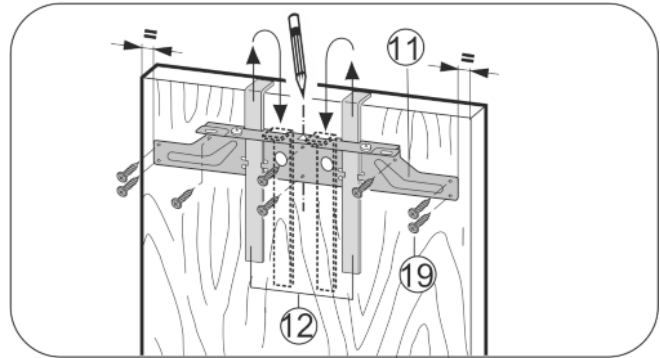

Fig. 26
- Befestigungstraverse Fig. 26 (11) mit den Montagehilfen Fig. 26 (12) auf die Innenseite der Möbeltür hängen.
- Befestigungstraverse Fig. 26 (11) mittig auf der Tür ausrichten.
- Die Befestigungstraverse Fig. 26 (11) mit mindestens 6 Schrauben Fig. 26 (19) festschrauben.
- Befestigungstraverse Fig. 26 (11) mit 4 Schrauben Fig. 26 (19) am Rand festschrauben.
- Montagehilfen Fig. 26 (12) nach oben herausziehen und in die danebenliegenden Aufnahmeöffnungen gedreht einschieben.